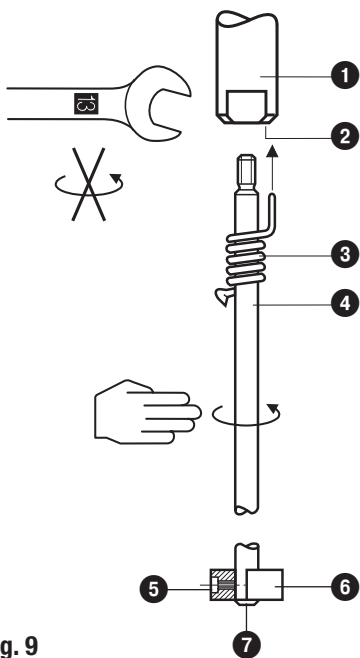

Fig. 9
1. Visser la tige d'électrode ④ dans l'électrode de mesure ①. **Fig. 9**
3. Repérer la dimension sur la tige d'électrode ④.
4. Dévisser la tige d'électrode ④ de l'électrode de mesure ① et raccourcir la tige.
5. Après examen visuel, visser à fond la tige ④ dans l'électrode de mesure ①. Glisser le ressort de sécurité ③ sur la tige d'électrode ④ jusqu'à ce qu'il soit fixé dans l'orifice ②.
6. Monter l'agrandissement de la surface de mesure : glisser la rondelle ⑥ sur la tige de sorte que cette dernière dépasse le dessous de la rondelle de 2 mm. Fixer la rondelle dans cette position avec la vis sans tête ⑤. Appuyer la rondelle d'arrêt fournie ⑦ par dessous sur la tige de l'électrode contre la rondelle ⑥.